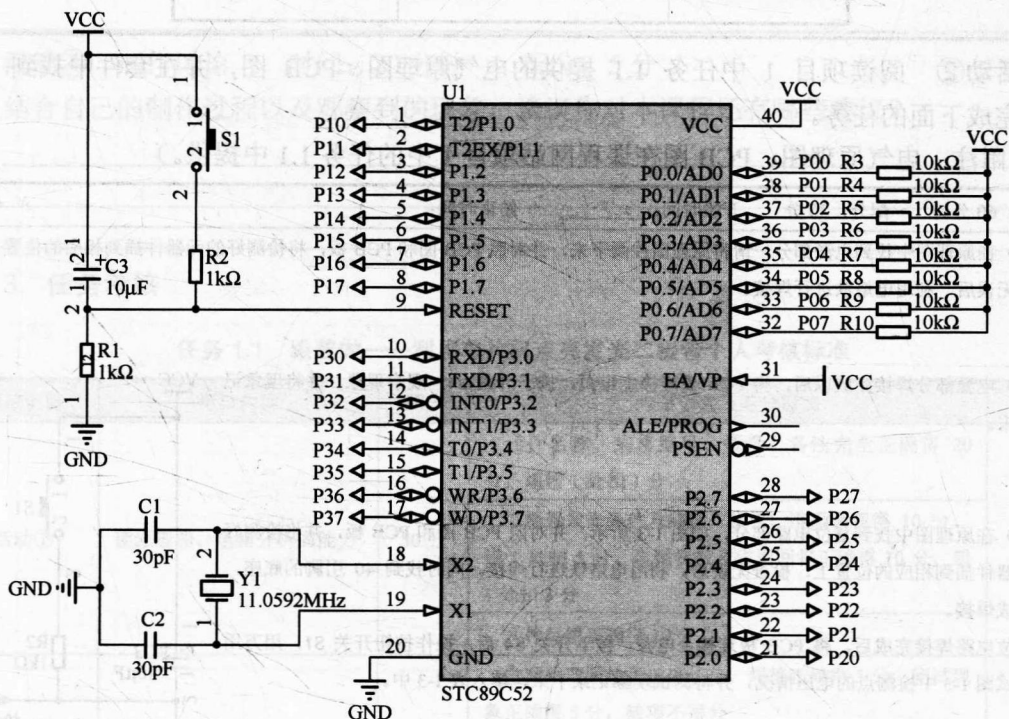

图 1-1 单片机最小系统原理图
活动① 阅读单片机最小系统原理图，如图 1-1 所示，回答下面的问题。
(1) 在图 1-1 中，除 P0 口上的电阻 R3~R10 外，请列出其他元器件的名称、规格、数量以及在电路中的标识，完成表 1-1。